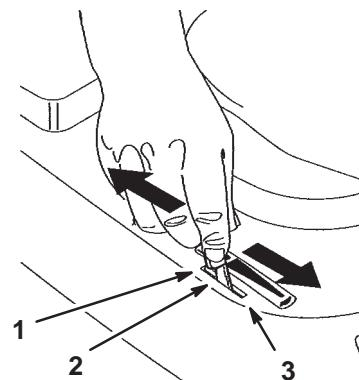

Bild 8
- Stellen Sie den Gashebel auf „Choke“ (Bild 8).
- Schieben Sie den Gashebel, sobald der Motor ange sprung ist, langsam auf „Schnell“ (Bild 8). Stellen Sie, wenn der Motor aussetzt oder unregelmäßig läuft, den Gashebel für ein paar Sekunden wieder zurück auf „Choke“. Stellen Sie dann den Gashebel auf „Schnell“. Wiederholen Sie diesen Vorgang nach Bedarf.
- Stellen Sie den Gashebel auf „Langsam“ (Bild 8).